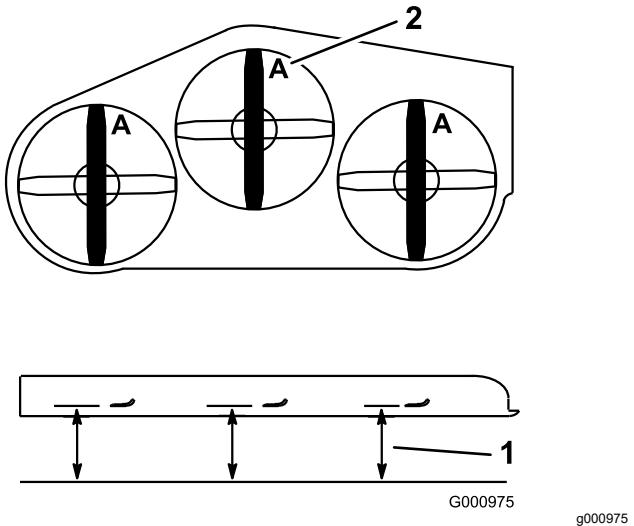

Figure 91
4. Mesurez au point A et entre la surface plane et le bord coupant des pointes des lames (Figure 91)